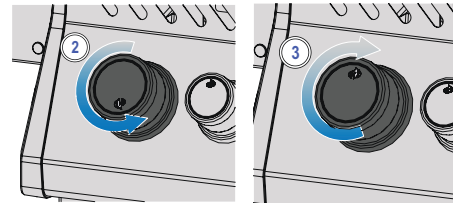

Fig. 1
4. La veilleuse et le brûleur ne s'allument pas en 5 secondes - tournez la commande, dans le sens des aiguilles d'une montre jusqu'à la position OFF. Attendez 5 minutes pour que l'essence s'écoule, se dissipe. Répétez les étapes 2 et 3 ou allumez avec une allumette. (Fig. 1)